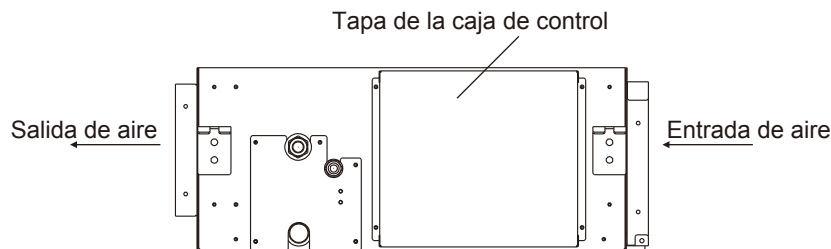

Fig.6.1 Retire los tornillos de la caja de control
- Cuando coloque abrazaderas en el cableado, utilice el material incluido como se muestra en la Fig. 6.1 para evitar que se ejerza presión externa sobre las conexiones de los cables y sujételos con firmeza.
- (1) Retire los tornillos de la caja de control como se muestra en la Fig. 6.1.
- (2) Conecte el cable eléctrico y el cable a tierra al terminal principal.
- (3) Conecte el cable del control remoto a la caja terminal auxiliar.
- (4) Conecte el cable eléctrico de las unidades interna y externa al terminal principal.
- (5) Fije con firmeza el cable de la caja de control con la abrazadera.
- (6) Después de completar la conexión eléctrica, selle el orificio del cable con material sellante (con la tapa) para evitar que la condensación y los insectos ingresen a la caja de control.